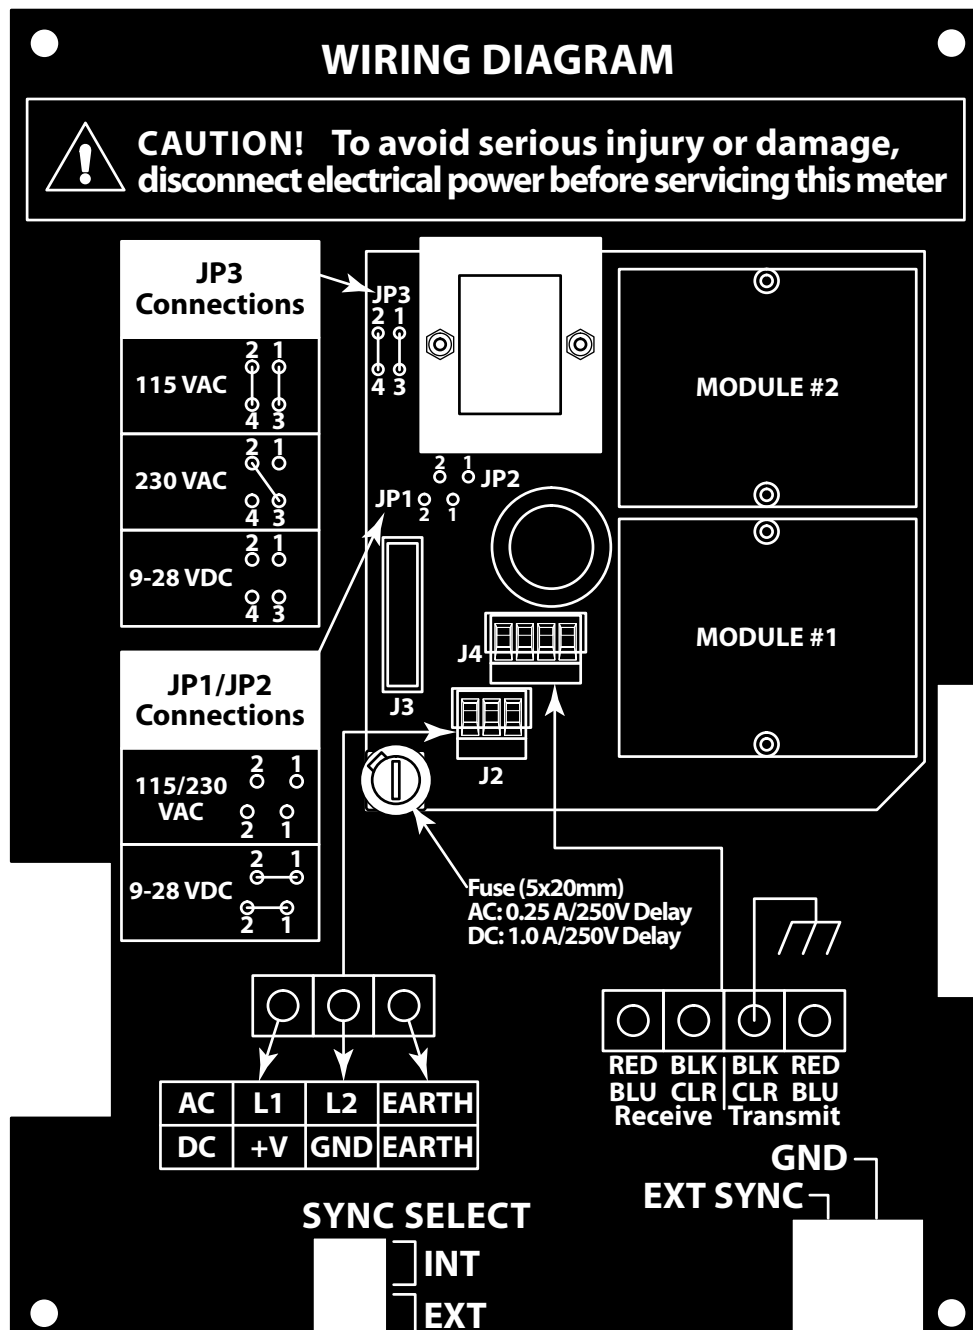
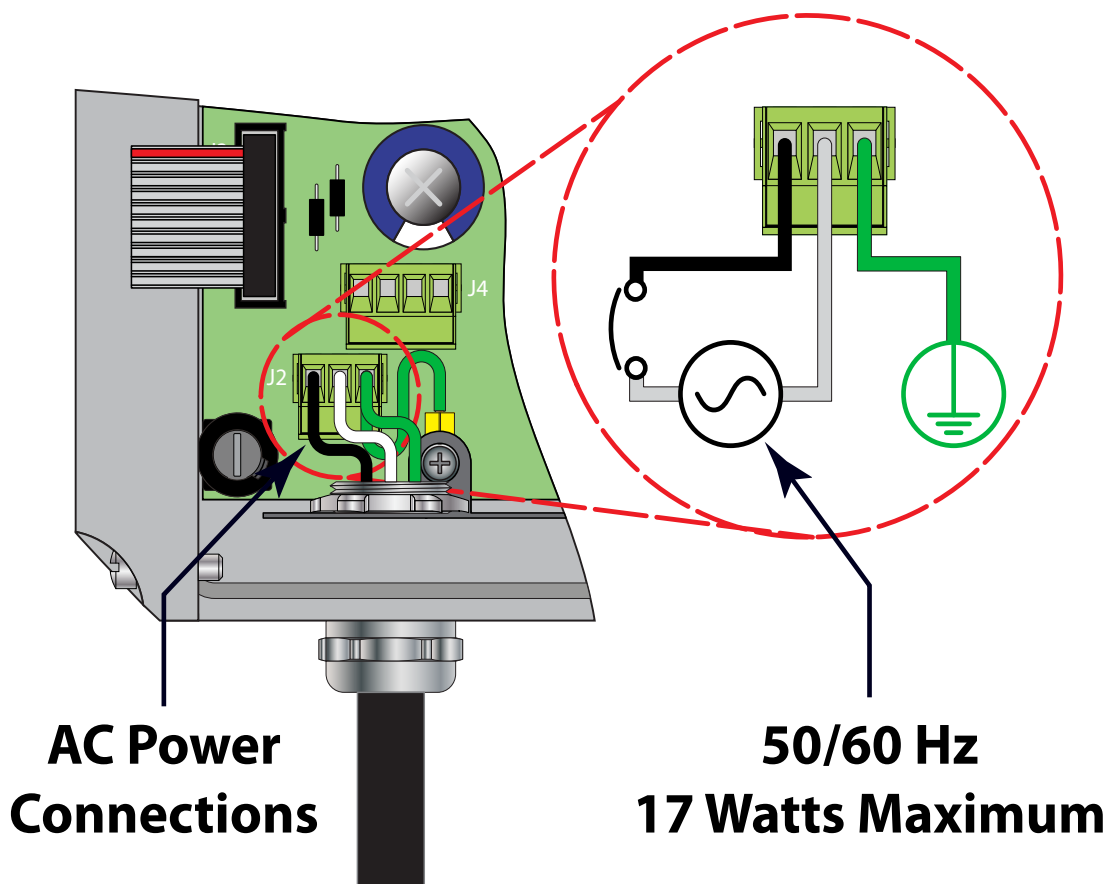

ABBILDUNG 3.4 - ANSICHT DES MOTHERBOARDS
ABBILDUNG 3.5 – ANSCHLUSS DER EXTERNEN SPANNUNGSVERSORGUNG AC
Schließen Sie die Stromversorgung an den Verteiler J2 im DFX-Sender an. Siehe **Abbildung 3.4** für Wechselstromversorgungen und **Abbildung 3.5** für Gleichstromversorgungen. Nutzen Sie dazu die Öffnung auf der linken Seite des Gehäuses. Halten Sie sich bei der Verkabelung an die lokalen und nationalen Bestimmungen (z. B. Das Handbuch des National Electrical Code in den USA)
- 1) Verifizieren Sie, dass die Jumper auf J3 für die Stromversorgung entsprechend ausgerichtet sind. Siehe **Abbildung 3.4**. Verifizieren Sie, dass die Jumper auf JP1 und JP2 nicht vorhanden sind.
- 2) Verbinden Sie L1, L2 und EARTH (Erdung) mit den in **Abbildung 3.4** referenzierten Anschlüssen. Phasen- und Neutralverbindungen zu L1 und L2 sind nicht polarisiert. Betreiben Sie das Gerät nicht ohne einen Erdungsanschluss.
- 3) Sehen Sie **Abbildung 3.5** für das Verbindungsschema des Wechselstroms. In den DFX-Verteilern des Durchflussmessers haben Drahtquerschnitte bis 14 AWG Platz.
- 1) Verifizieren Sie, dass die Jumper entsprechend platziert sind. Siehe Kabeldiagramm, das sich auf der Innenseite des DFX-Gehäuses befindet oder siehe **Abbildung 3.4**. Die Jumper auf JP3 sollten nicht vorhanden sein und die Jumper auf JP1 und JP2 sollten präsent sein.
- 2) Die Daisy-Chains verbinden **EXTERNE SYNCHRONISIERUNG** und GND-Verteiler zwischen den zu synchronisierenden Messleisten, indem das zuvor beschriebene verdrehte Kabel verwendet wird. Der Verteiler befindet sich auf der Leiterplatte, die an der Tür des DFX-Monitors montiert ist. Siehe Kabeldiagramm **Abbildung 3.4**, den Aufkleber auf der Innentür des DFX-Monitors oder das Schema.